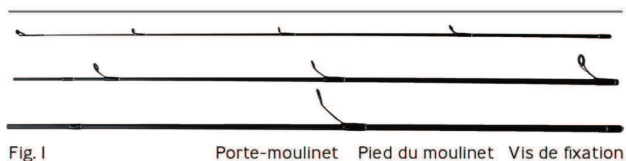
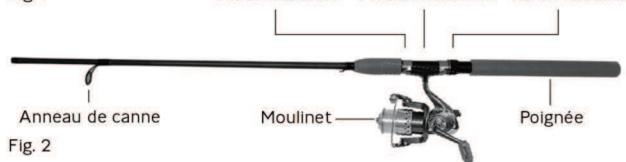

Fig. 1
Fig. 2
Dans le cas de la canne à emmanchement (Fig. 1), la partie supérieure de la canne (1) est emmanchée sur la partie inférieure de la canne (2, Fig. 2). Alignez la partie supérieure et la partie inférieure de la canne à pêche de manière à ce que les anneaux de canne se trouvent en alignement, la canne à pêche est maintenant prête à être utilisée.